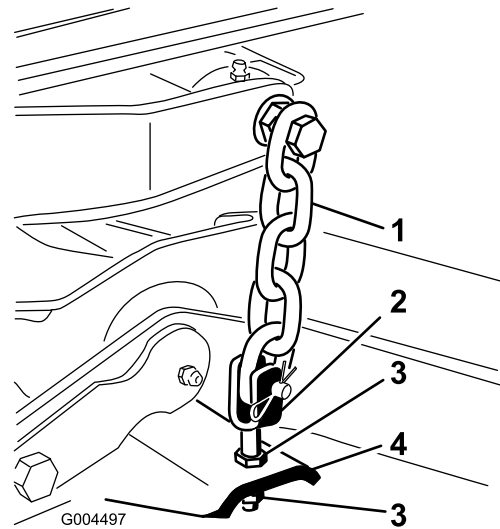

Bild 79
7. Stellen Sie die Klemmmuttern ein, mit denen die hinteren Mähwerkabeln bzw. -messer befestigt sind, um das Mähwerk hinten anzuheben, sodass die Messerneigung auf 8 mm eingestellt ist (Bild 79).